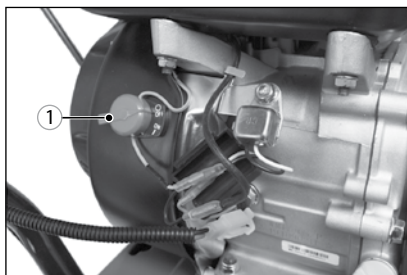

Рис. 22
2. Выключите двигатель, повернув выключатель в положение OFF (рис. 22).
10. Переведите выключатель зажигания 1 в положение «ON» (рис. 22).
4. Переведите выключатель зажигания 1 в положение «OFF» (рис. 22).